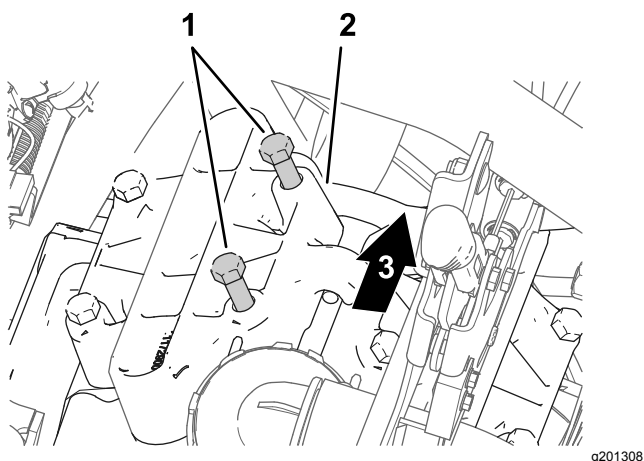

Figura 175
- Nella testa della pompa situata in posizione a ore 11, allentate i 2 bulloni come illustrato nella Figura 175, per creare uno spazio di 7–10 mm tra la testa dei bulloni e la pompa.